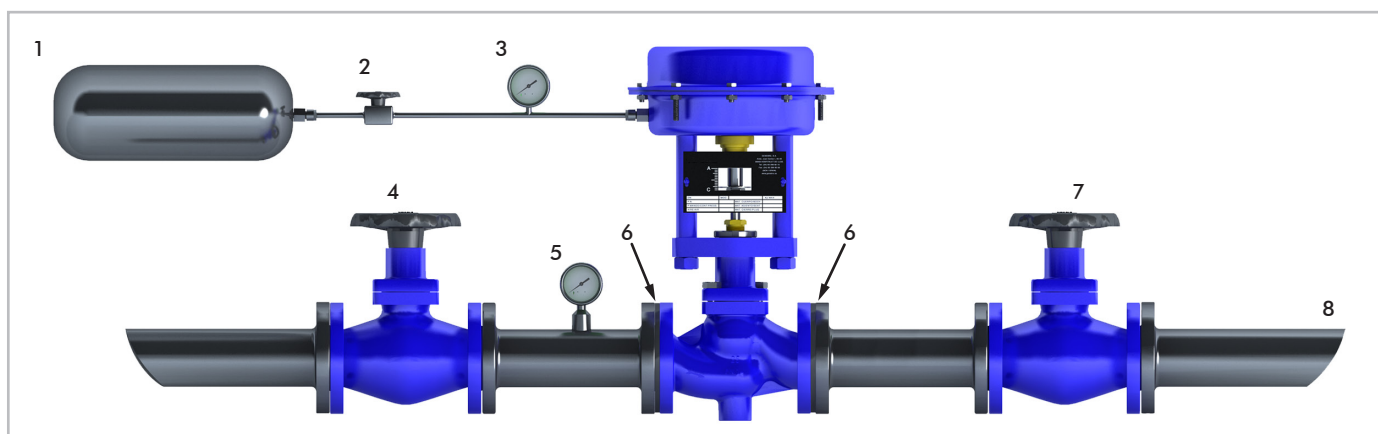

figura 6
1. En primer lugar es necesario hacer un montaje como el que se muestra en la figura 6. Colocamos juntas intermedias entre los tubos y la válvula y disponemos válvulas de interrupción antes y después de ésta (sin olvidar el manómetro entre la válvula de control y la de interrupción). Por último colocamos un manoreductor de presión junto a un manómetro y lo conectamos al activador.